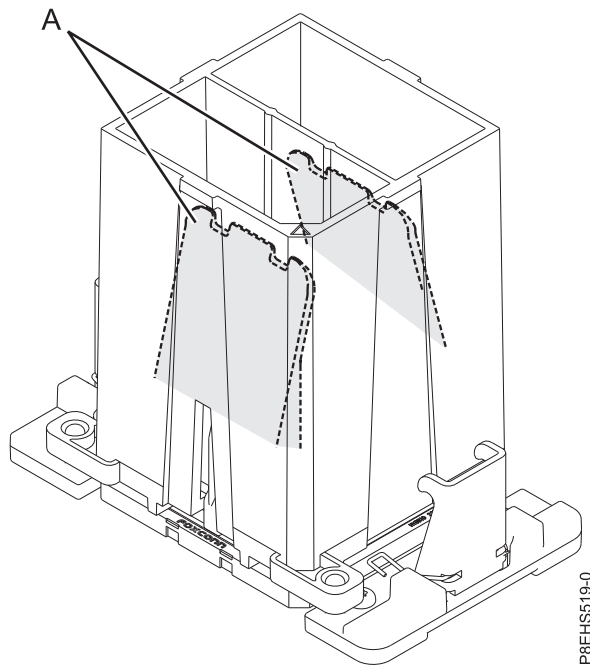

Figure 76. Retrait de l'outil du module processeur système
- c. Une fois que les trous et les broches de guidage de l'outil et du module processeur système sont correctement alignés, appuyez sur les deux pattes de déverrouillage de couleur bleue (A) et maintenez cette pression jusqu'à ce qu'une butée soit atteinte, comme illustré dans la figure 76, à la page 79. Ensuite, soulevez l'outil hors du module processeur système.